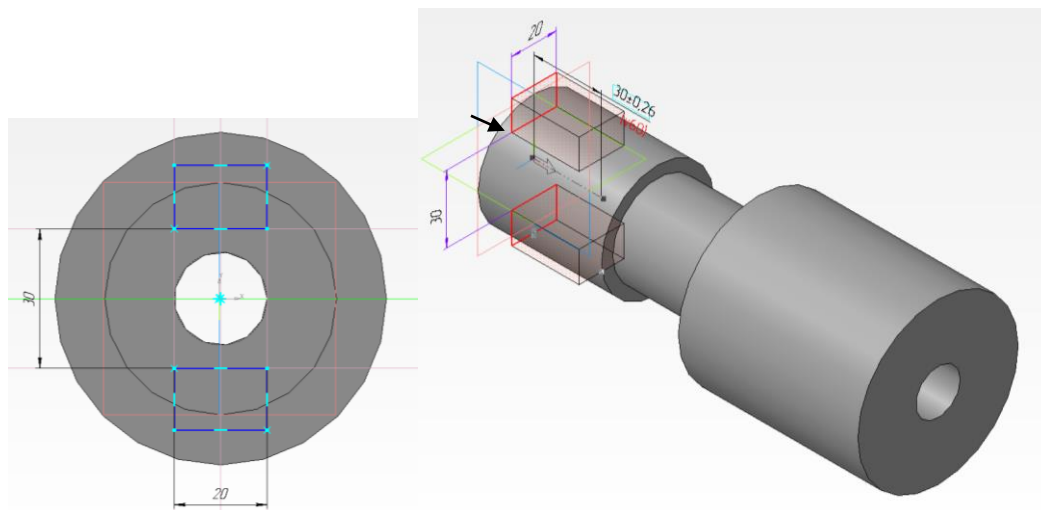

Рисунок 14
6. Далее через  - **Редактирование детали**, выбираем  - **Вырезать выдавливанием**, задаем расстояние - **30**. После появления фантома - **Создать объект** (рисунок 14).